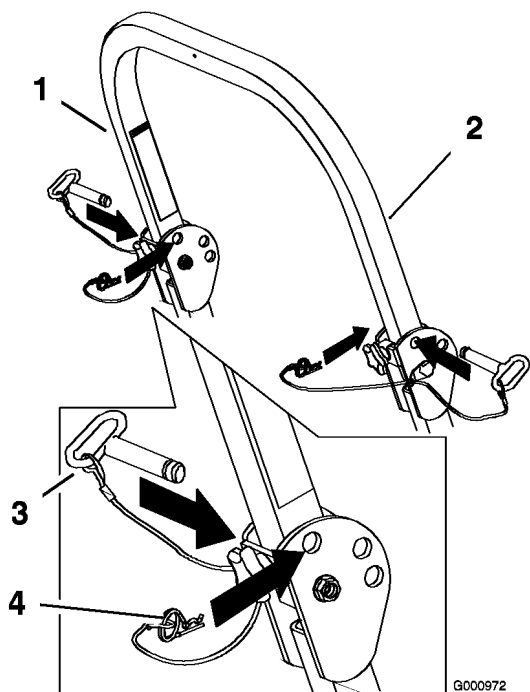

Figura 6
2. Retire los pasadores de horquilla y retire los dos pasadores (Figura 6).
4. Instale los dos pasadores y fíjelos con los pasadores de horquilla (Figura 6).
5. Para elevar la barra anti-vuelco, retire los pasadores de horquilla y retire los dos pasadores (Figura 6).
6. Eleve la barra anti-vuelco a la posición vertical, instale los dos pasadores y fíjelos con los pasadores de horquilla (Figura 6).